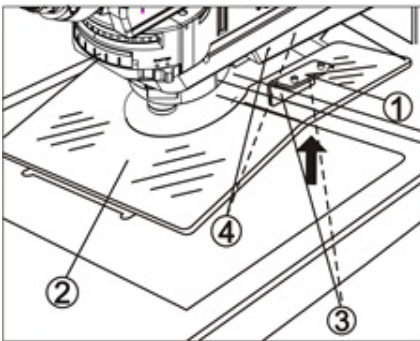

Fig. 12
4.2.10. Installing the Breath Shield (Fig. 12)